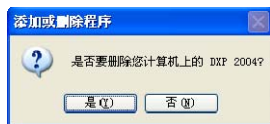

图 1-9 是否卸载 Protel 2004
(2) 单击 **删除** 按钮进入如图 1-9 所示对话框，询问“是否要删除您计算机上的 DXP 2004?”。